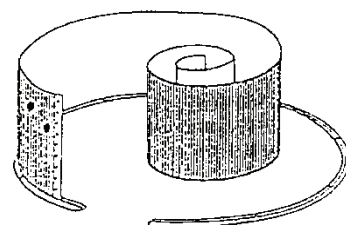

Abb. 4
- Verbinden und schrauben Sie schließlich die Stahlwand so zusammen wie auf Abb. 4. Benutzen Sie für die Verbindung des Schwimmbeckens von innen die Kopfschrauben. Von außen setzen Sie die Unterlegscheiben auf und schrauben die Muttern fest. Es ist sehr wichtig, die Schrauben anzuziehen, damit die Wandverbindung fest wird.